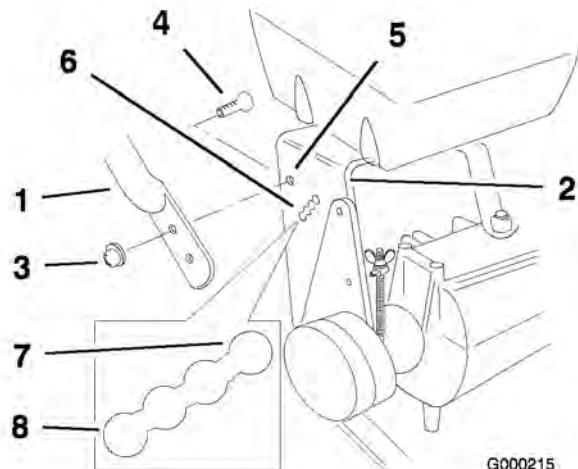

Figura 17
2. Afloje los pernos con arandela prensada (3/8 x 1 inch) y la tuerca con arandela prensada que sujetan el manillar con el bastidor trasero (Figura 17).
3. Quite los pernos inferiores con arandela prensada (3/8 x 1 inch) y las tuercas con arandela prensada que sujetan el manillar con el bastidor trasero (Figura 17).